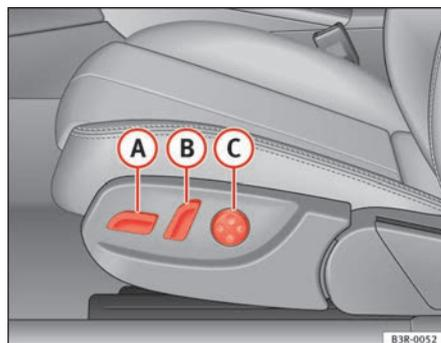
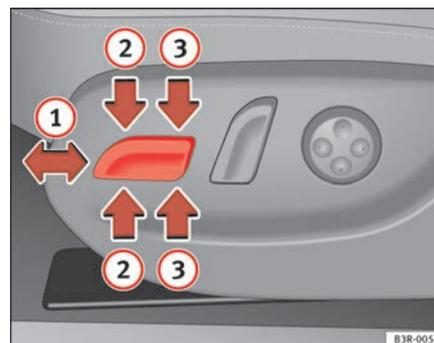

Fig. 105 Siège avant :
Fig. 106 Siège avant :
- Repoussez la commande **A** ⇒ fig. 105 vers l'avant ou vers l'arrière **1** ⇒ fig. 106 ⇒ **!**.